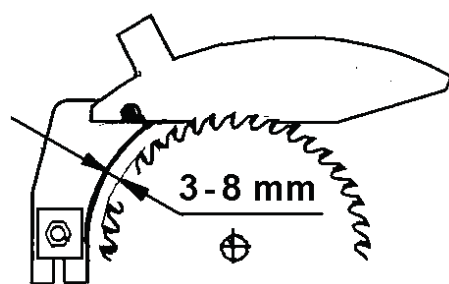

Рис. 20
- Расклинивающий нож должен быть отрегулирован таким образом, чтобы по всей длине расстояние между ним и пилой было в пределах от 3-х до 8 мм (рис. 20)